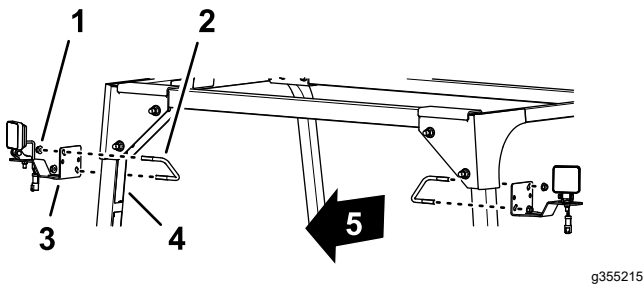

图 7
- 如图 7 所示用 U 形螺栓 $\frac{3}{8}$ x $3\frac{1}{2}$ x 2-13/16 英寸和凸缘锁紧螺母 $\frac{3}{8}$ 英寸将 LED 灯和支架组装到后 ROPS 管上。